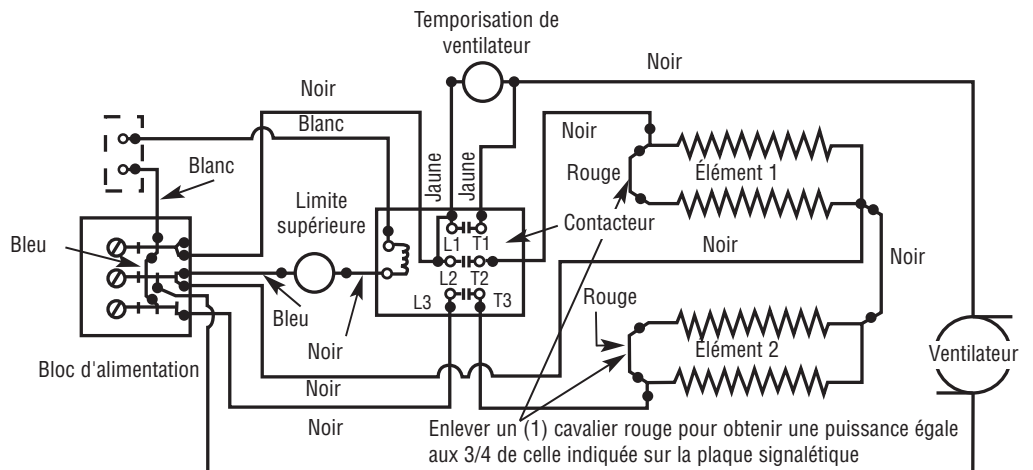

Figure 13 – Diagrama de Cableado
7. Pour câbler le radiateur, thermostat réduire la puissance ou convertir d'une tension monophasée à une tension triphasée, consulter « Conversion sur le site à une puissance plus basse » ou « Conversion pour une installation 3 Ø » à la page 27 et le schéma de câblage, Figure 13, page 27.
11. Pour câbler le radiateur, thermostat, réduire la puissance ou convertir d'une tension monophasée à une tension triphasée, consulter « Conversion sur le site à une puissance plus basse » ou « Conversion pour une installation 3 Ø » à la page 27 et le schéma de câblage, Figure 13, page 27.
Conversion sur le site à une puissance plus basse (Figure 13)
Le radiateur est câblé en usine pour une connexion 1 Ø seulement. Pour convertir à 3 Ø, enlever et jeter le cavalier bleu entre L1 et L3. (Voir la Figure 13).